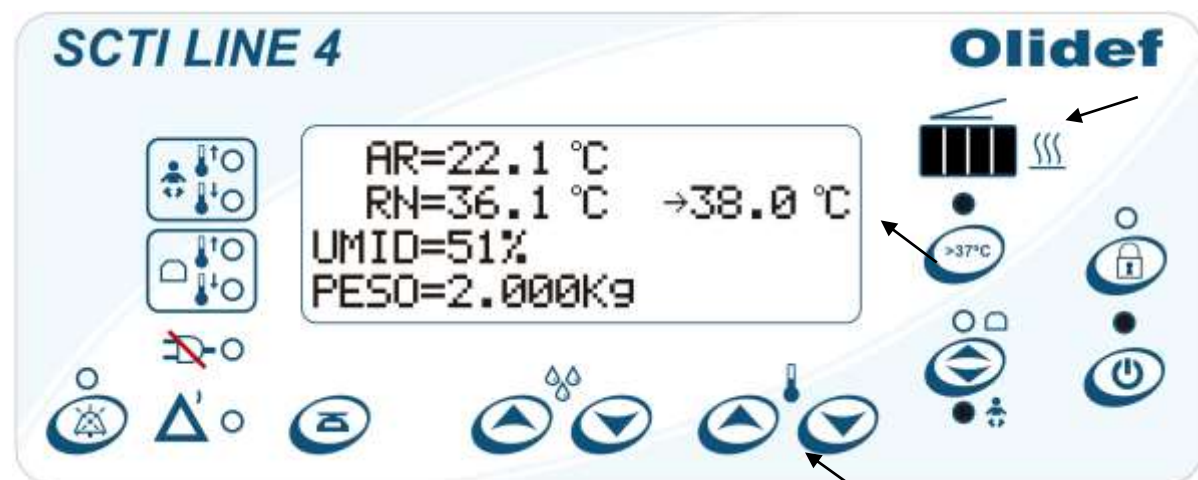

Figura 119 – Set point temperatura do RN acima 37°C
- No painel há um indicador proporcional de aquecimento, conforme figura 119.